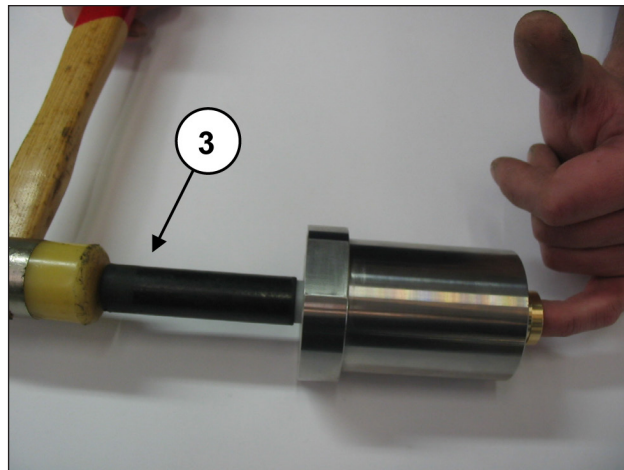
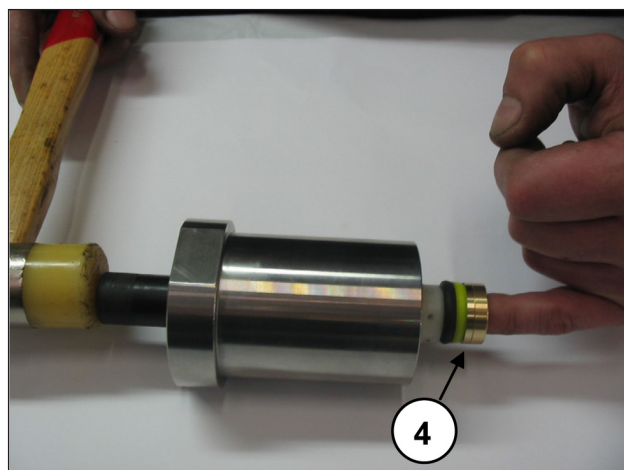

Fig. 52
Fig. 53
- Con la camicia separata dal supporto tenute e con una apposita spina in materiale plastico ③ come indicato in Fig. 52 fare fuoriuscire il pacco HP (alta pressione) ④ operando come in Fig. 53.
**Ad ogni smontaggio il pacco HP ④ Fig. 53 dovrà essere sostituito.**